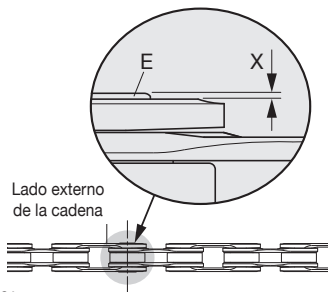

Fig.21
- La parte que sobresale (X) (hacia el lado externo de la cadena) del perno (E) del eslabón (Fig. 21) es completamente normal y no obstaculiza el normal deslizamiento de la cadena. ¡No intente quitarla de ningún modo!